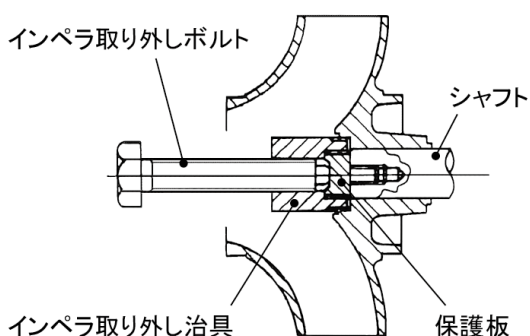

図 5.1-1 インペラ取り外し治具
- (7) 6カクアナボルト(9140)(右ネジ)を取り外し、インペラキャップ(2600)をシートパッキン(4000.4、4000.5)とともに抜き出してください。
- (8) 次に、図5.1-1に示すインペラ取り外し治具を用いてインペラ(2300)を取り外し、リング部などが摩耗していないか確認してください。
① インペラの取り外し方法